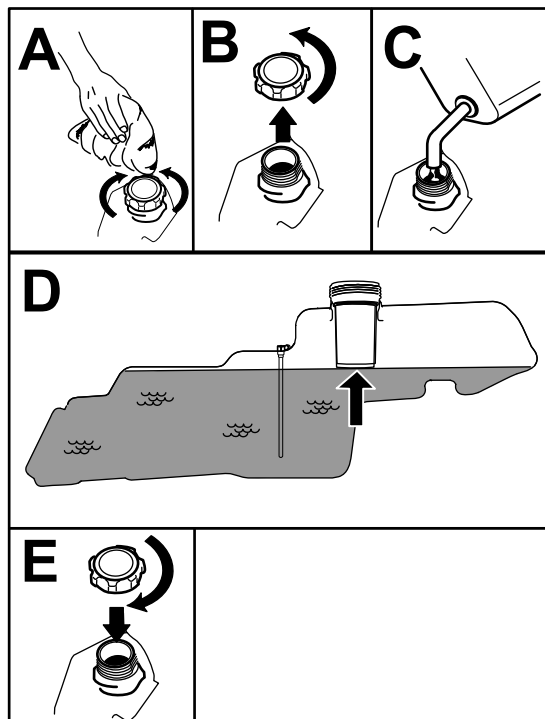

Figura 8
- Riempite il serbatoio fino alla base del collo del bocchettone (Figura 8).